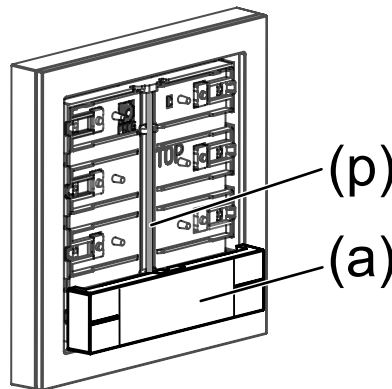

Figura 6: Raddrizzare il copritasto
- Posizionare il copritasto (a) diritto (Vedi figura 6).